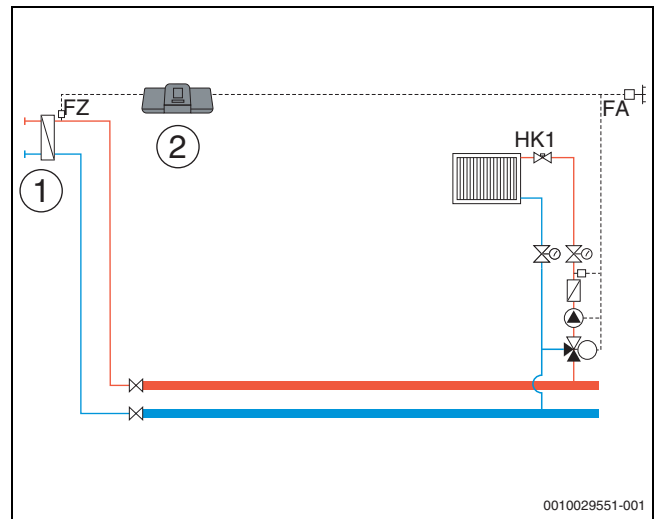

Fig. 27 Varianta 1: sursă de căldură externă cu pompă de alimentare, limitarea încărcării și compensarea pierderilor de căldură prin FZ
**Valoarea pentru senzorul de temperatură exterior** al substației în Fig. 27...Fig. 32 poate fi preluată, la alegere, de automatizarea master sau, pentru substație, se poate utiliza un senzor de temperatură pentru exterior propriu.